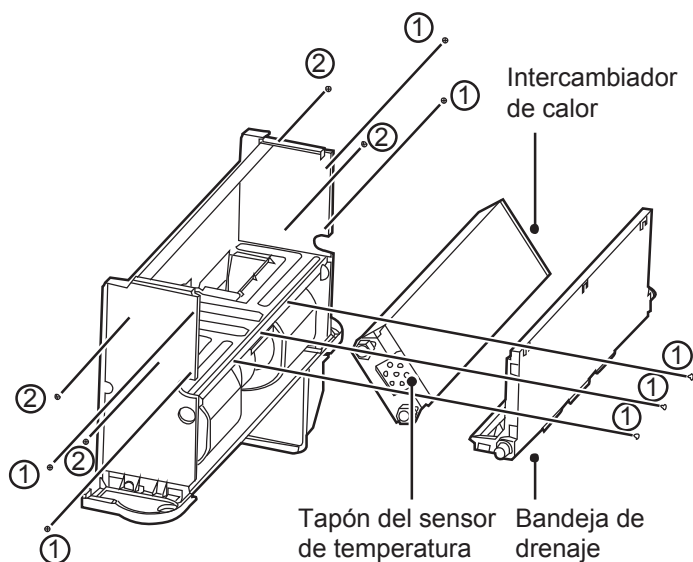

Imagen 12.5.5 Extracción de la bandeja de drenaje y el intercambiador de calor
g) Tal como se muestra en la Imagen 12.5.5, retire los tornillos ① *7 para retirar la bandeja de drenaje. Luego, retire los tornillos ② *4 para retirar el intercambiador de calor.